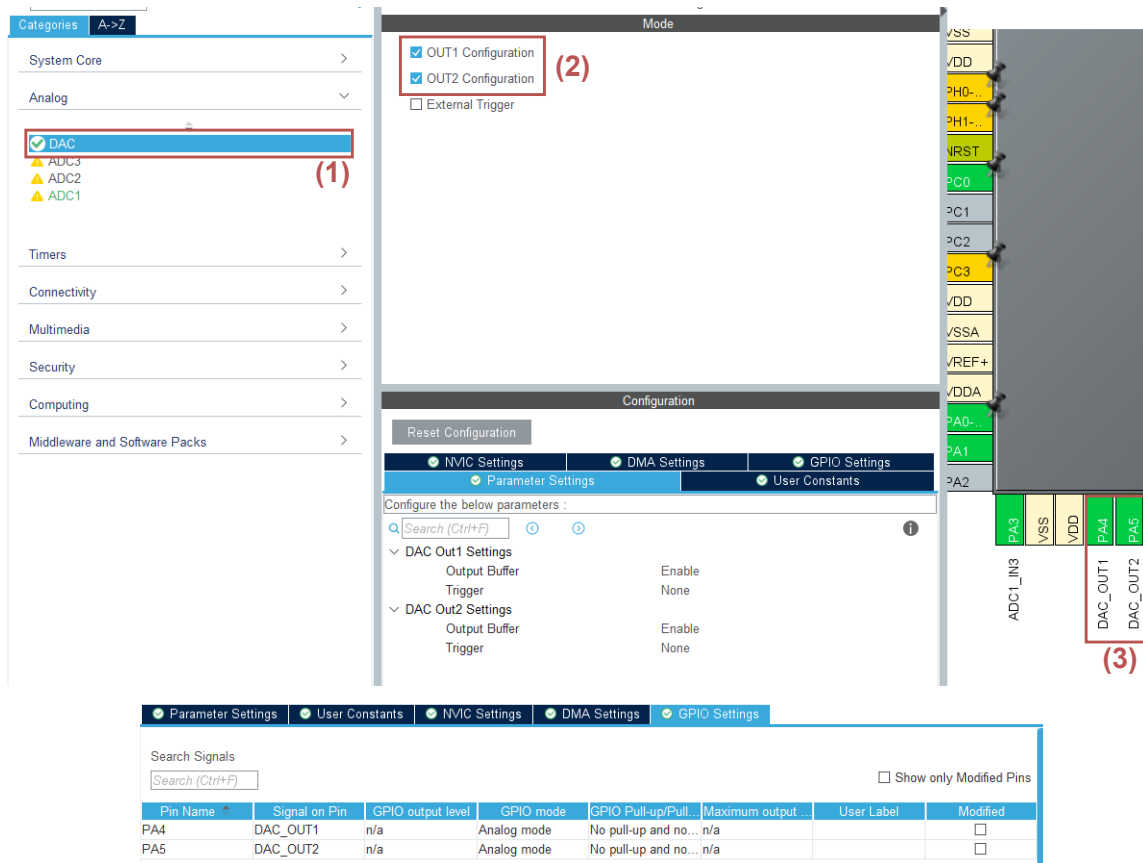

Figura 12: Configuração das saídas digitais
DAC significa conversor digital para analógico e, como o nome sugere, converte o sinal digital em analógico. Conforme a Figura 12 clique sobre DAC (1) e habilite duas saídas digitais (2), note que o *Output Buffer* é ativado e o Trigger desativado. Ao finalizar dois periféricos serão ativados, no caso do exemplo *PA4* e *PA5*.